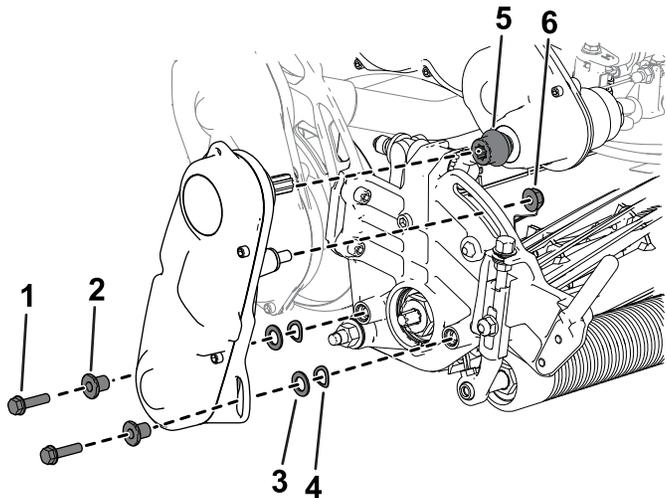

図 38
6. 先ほど外したソケットヘッドねじ、ワッシャ、スペーサを使ってリール駆動アセンブリをサイドプレートに元通りに取り付ける 図 38。
リール駆動アセンブリの駆動シャフトをトランスミッションの駆動シャフトのカップラに忘れずに取り付ける 図 38。